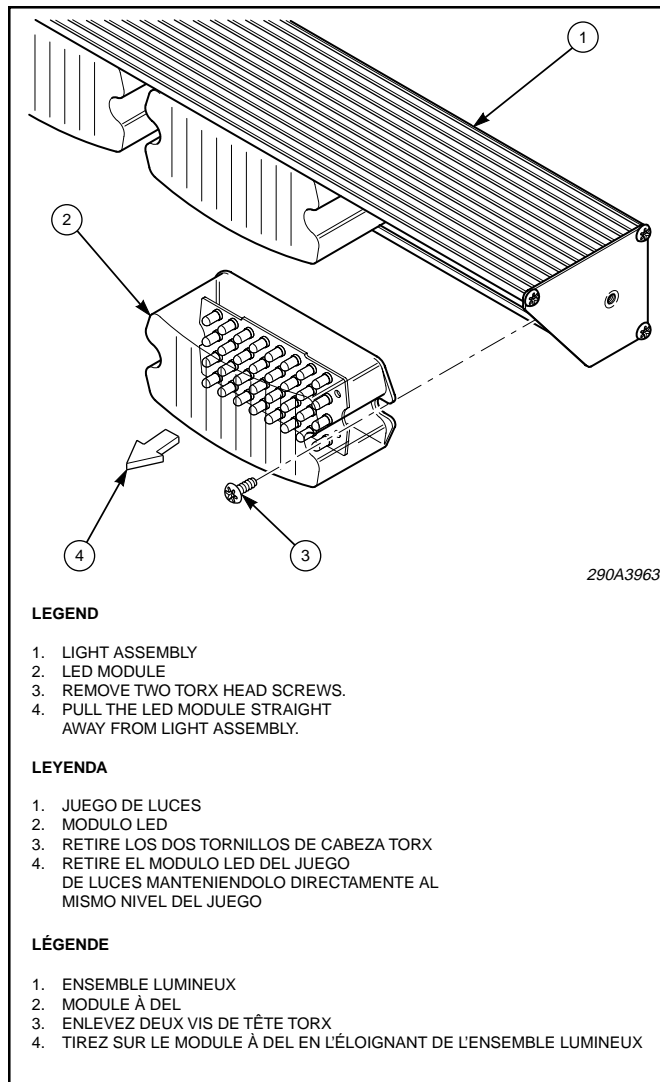

Figure 1./Figura 1./Figure 1.
1. Voir la figure 1. Enlevez et conservez les deux vis de fixation du module à DEL.